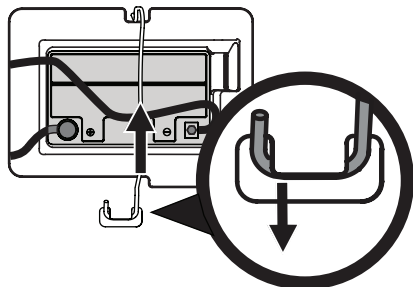

Figure 14
NOTE : Le faisceau électrique doit être placé au-dessus de la barre de retenue de la batterie. Autrement, il risque d'être endommagé. Voir Figure 14 à la page 70.
3. Enlevez la tige de retenue de la batterie. Pour ce faire, pressez l'extrémité recourbée pour la faire sortir de la patte sur l'aile à droite de la batterie. Faites pivoter la tige de retenue de la batterie (b) vers le haut et retirez la batterie. Voir Figure 14.